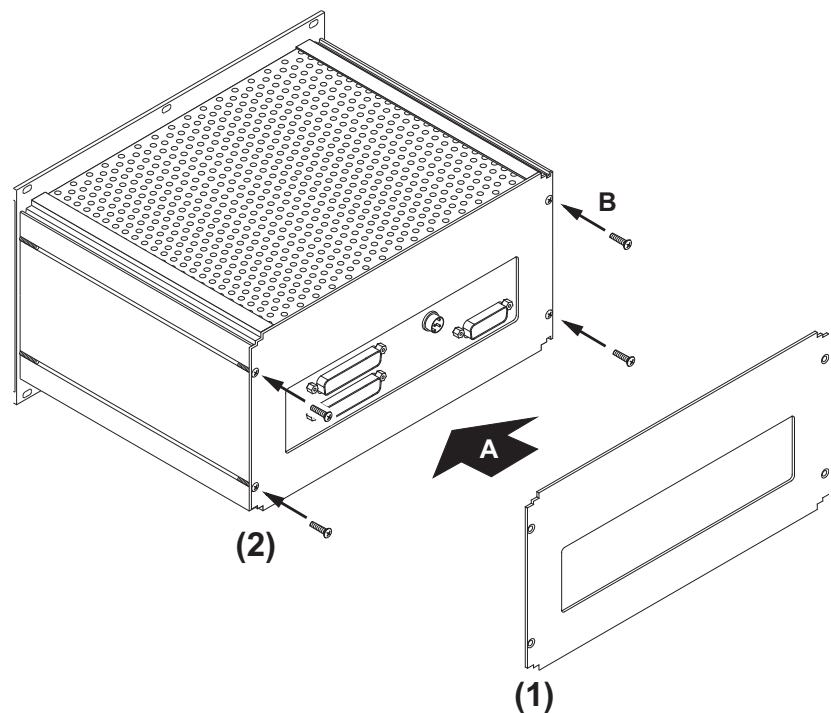

Bild 4-10: Befestigen des Abdeckbleches
14. Setzen Sie das hintere Abdeckblech auf (A) und fixieren Sie es mit vier Schrauben (B). (Bild 4-10)